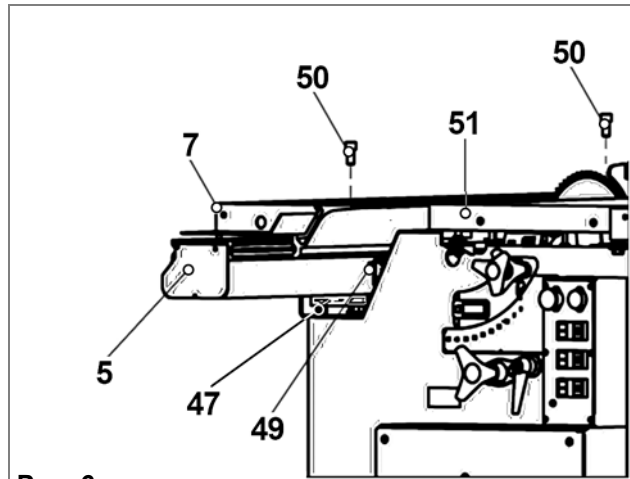

Рис. 6
ручкой (52) снимите фиксацию каретки (7), и как показано на Рис.6 отведите каретку (7) чтобы освободить отверстие для крепления основания каретки (5) к опоре (47). Поочерёдно с двух сторон болтами (50) закрепите основание каретки (5) к опорам (47).
8.2.3. Переместите каретку (7) в обе стороны до крайних положений, проверьте и при необходимости произведите регулировку положения каретки (7) относительно рабочего стола (51). Вертикальная регулировка производится положением опор (47), горизонтальная регулировка (зазор) производится положением упорных болтов (49).